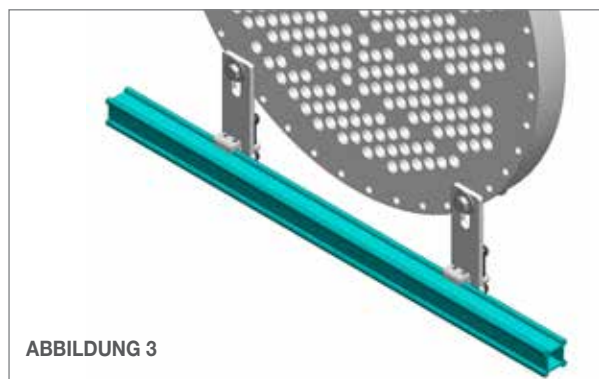

ABBILDUNG 3
3. Führen Sie die **untere Schiene (ohne Schlitzte)** in die unteren Montagehalterungen ein. Es ist nicht wichtig, ob diese Schiene so präzise wie die obere Schiene gefluchtet ist, sie sollte jedoch parallel zur oberen Schiene verlaufen, um eine optimale Leistung zu erzielen. Ziehen Sie die Schnellspannvorrichtung fest, um die Schiene an den Montagehalterungen zu befestigen. Vergewissern Sie sich, dass die unteren Montagehalterungen richtig befestigt oder am Rohrbündelflansch festgeschraubt sind. **(Abbildung 3)**